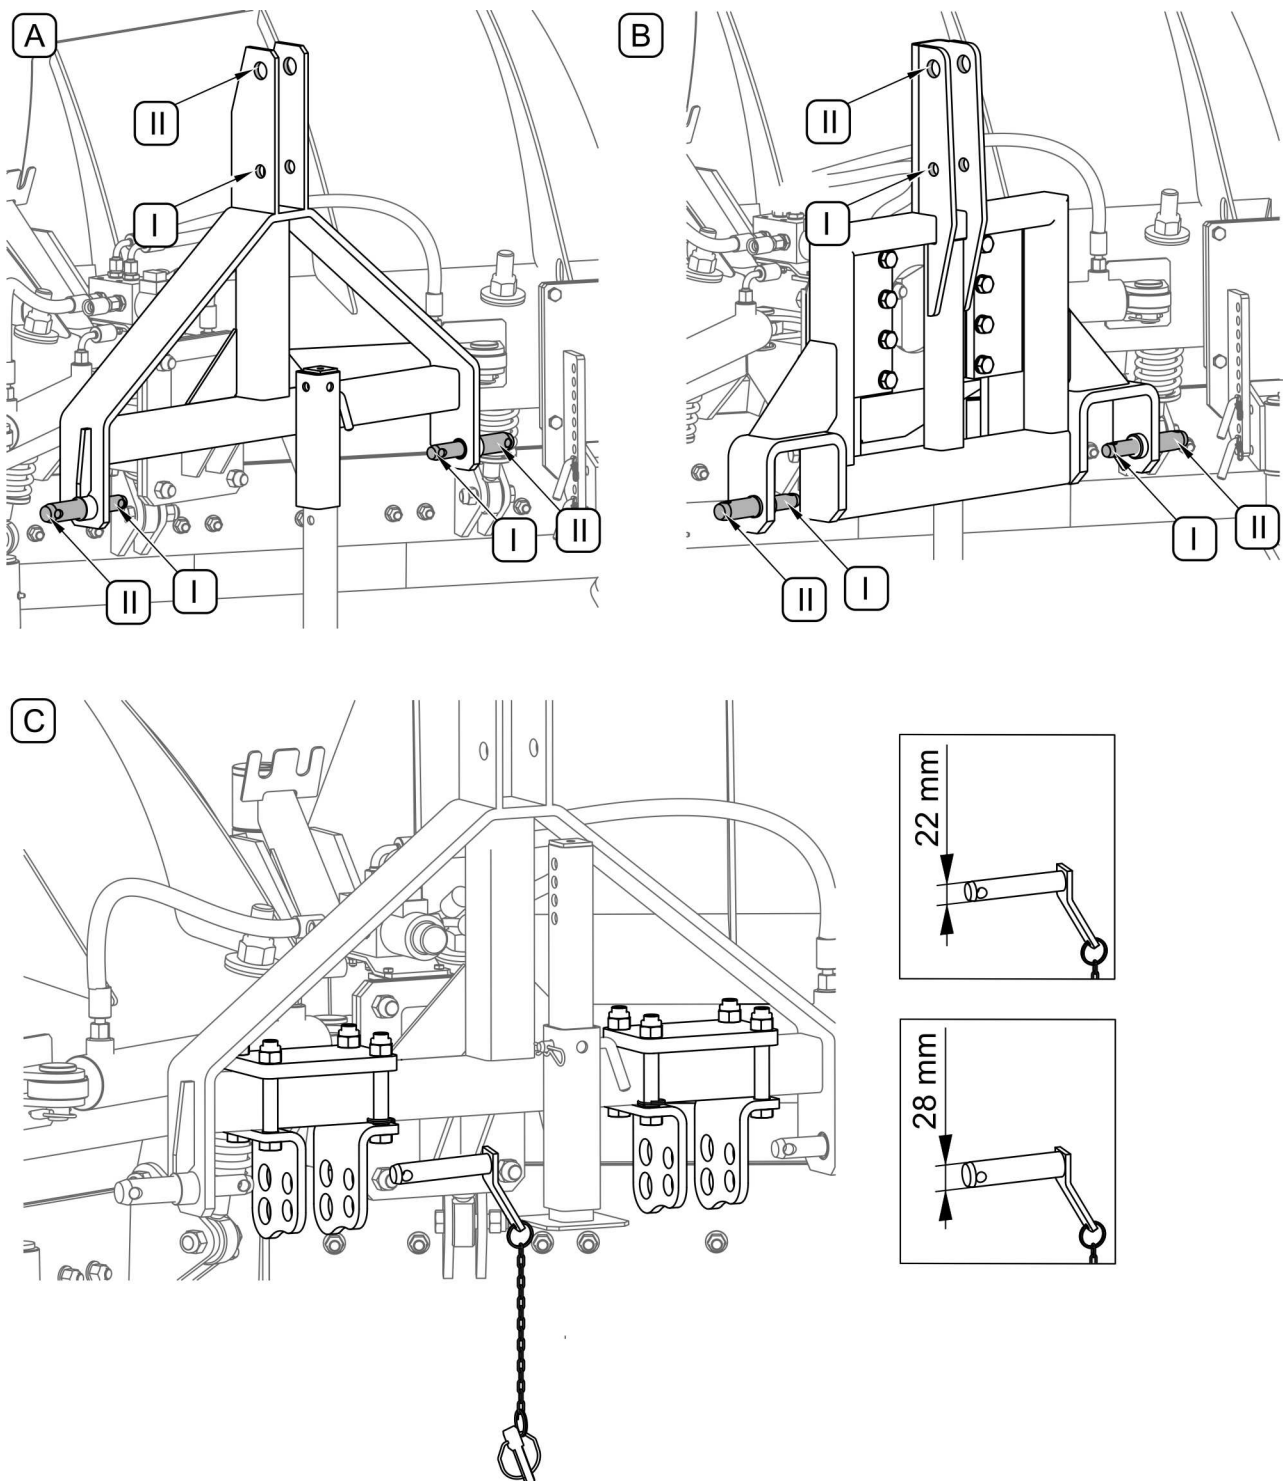

FIG 4.2 Kategorier af 3-punktsophæng iflg. ISO 730-1
Muliggør traktorens 3-punktsophæng ikke opnåelse af den påkrævede afstand mellem de nederste trækstænger for kategori I-II iflg. ISO 730-1 (FIG 4.2) kan ophængssystemet (A)